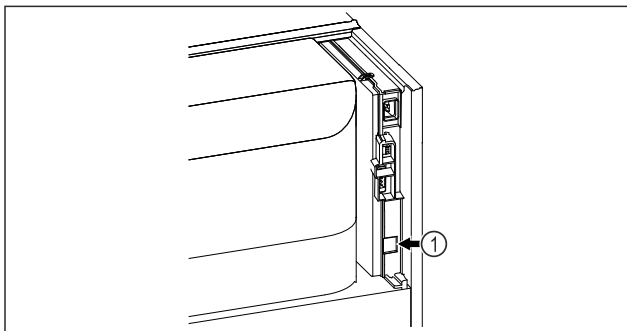

Fig. 92
- SmartModule Fig. 92 (1) on sisse pandud.